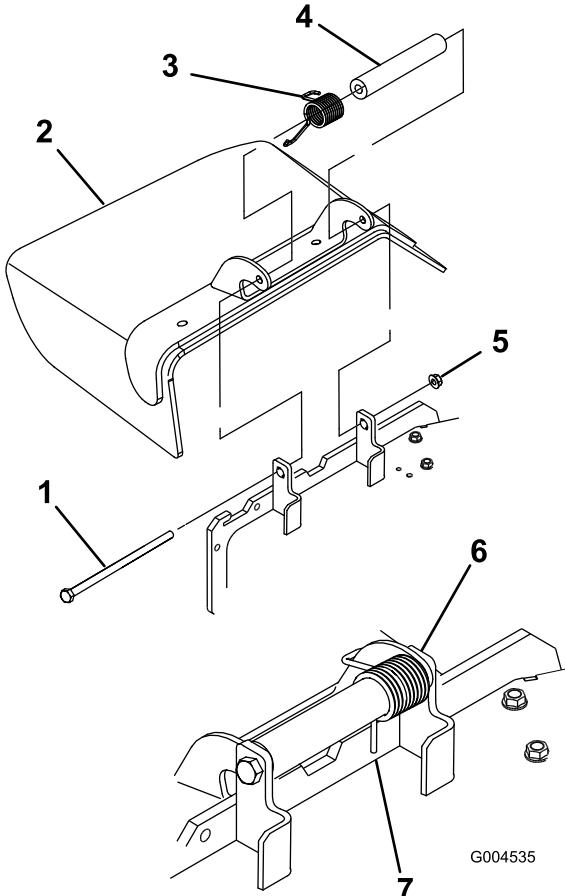

Figura 59
1. Retire la contratuerca, el perno, el muelle y el espaciador que sujetan el deflector a los soportes de pivote (Figura 59). Retire el deflector de hierba dañado o desgastado.
Nota: Asegúrese de colocar el extremo en del muelle detrás del reborde de la plataforma antes de instalar el perno, según muestra Figura 59.
3. Instale el perno y la tuerca. Coloque el extremo del muelle alrededor del deflector de hierba (Figura 59).